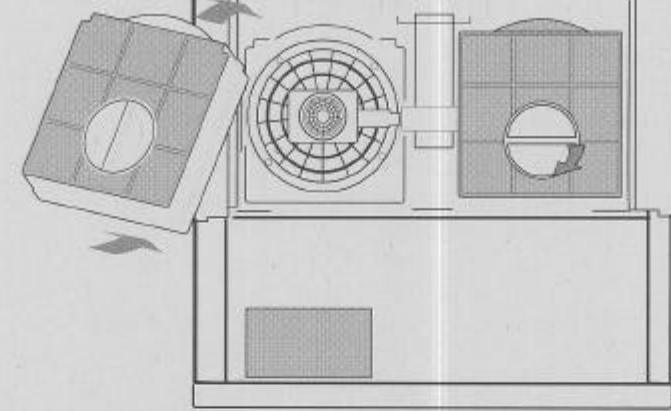

Fig. 6
- e. Den Aktivkohlefilter zum Abdecken des Kunststoffrostes, welcher als Schutz des Gebläses dient, einsetzen. (Abb. 6)
- c. Den mittleren Griff des Aktivkohlefilters nach links drehen und ihn aus seinem Sitz herausziehen (Abb. 6). Zur Montage des neuen Filters in umgekehrter Reihenfolge vorgehen.